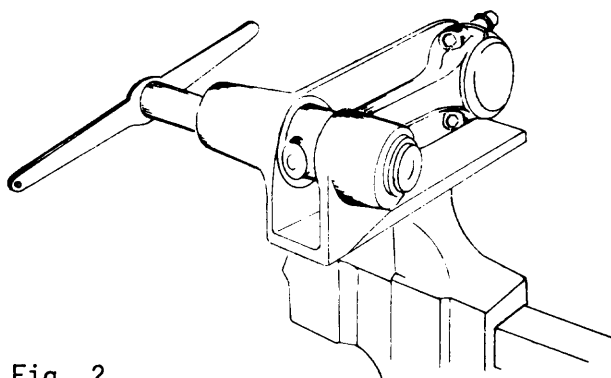

Fig. 2
- e Retire el escariador lo suficiente para colocar el pie de la biela entre las guías de la herramienta (fig. 2).